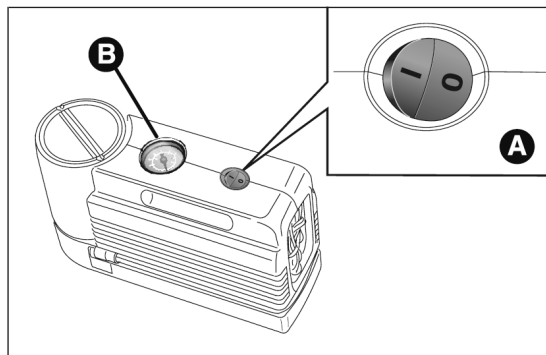
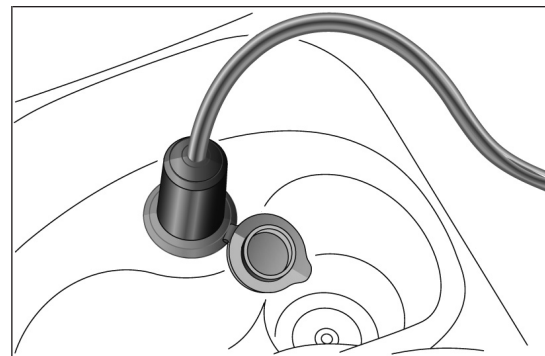

fig. 167
fig. 168
- s'assurer que l'interrupteur A fig. 167 du compresseur est en position 0 (éteint), démarrer le moteur, introduire la fiche dans la prise de courant située sur le tunnel central ou dans le coffre à bagages (pour les versions/marchés qui le prévoient) fig. 168 et actionner le compresseur